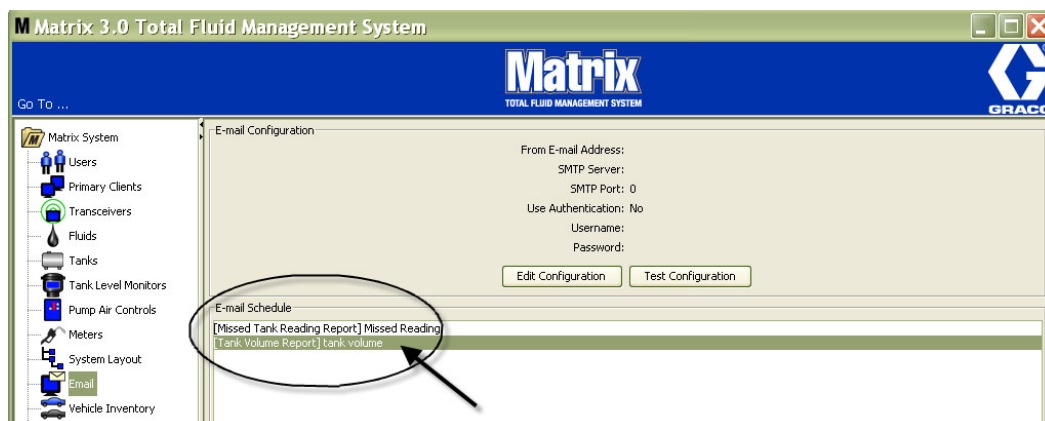

FIG. 144
3. Les événements de courrier électronique que vous avez créés sont affichés dans la zone Horaire de Courrier électronique (E-Mail Schedule) dans l'écran principal de Configuration de Courrier électronique comme indiqué à la FIG. 144.